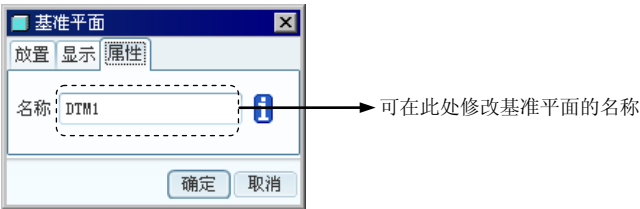

图 5.19.4 修改基准平面的名称
Step4. 修改基准平面的名称。如图 5.19.4 所示，可在 **属性** 选项卡的名称文本框中输入新